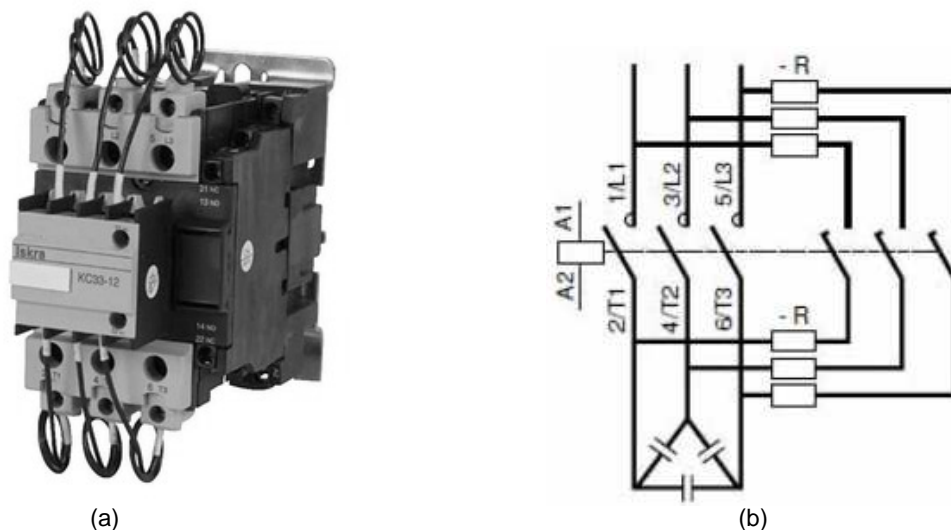

Figura 12.- (a) Contactor con contactos auxiliares de "precierre" – (b) Esquema eléctrico.
- **AC-6B (maniobra de banco de capacitores):** en instalaciones industriales de baja tensión, los capacitores son utilizados, principalmente, para la corrección de la energía reactiva (aumento del factor de potencia). Cuando estos capacitores son energizados, ocurren sobrecorrientes de gran amplitud (hasta 160 veces la corriente nominal) y frecuencia (3 a 15KHz) cuya duración varía entre 1 y 2ms. Estas sobrecorrientes se deben a corrientes armónicas producidas por los transformadores saturados, rectificadores, etc. Corrientes transitorias cuya frecuencia y amplitud dependen de la inductancia de la red y de la capacidad del capacitor. Corrientes transitorias adicionales, en el caso de conexión de un capacitor estando otros conectados, producidas por la descarga de estos capacitores. Los contactores para comando de capacitores (figura 12) son diseñados especialmente para reducir las sobrecorrientes transitorias de conexión.